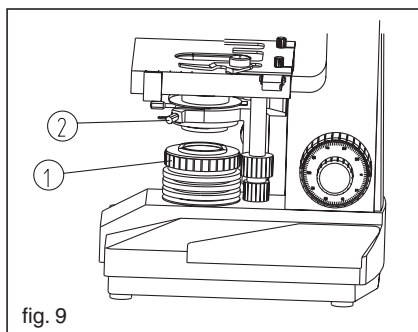

fig. 9
Encender el instrumento, posicionar la muestra en la platina, poner en posición operativa el objetivo 10X, mirar con los oculares de 10X. Girar el pomo para la regulación de la altura del condensador para obtener la imagen del diafragma de campo. Concentrar del diafragma de campo y los ejes ópticos con el tornillo de regulación ②. Girar el anillo ① del diafragma de campo cuando el diafragma del campo es superior al de los oculares. Proceder de la misma manera también con el objetivo 4X. (Fig.9)